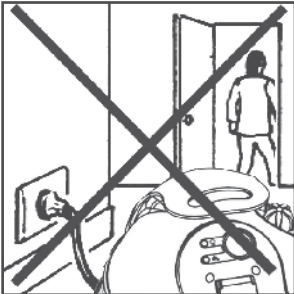

FIG. 6
- das angeschlossene Gerät nie unbeaufsichtigt stehen lassen; (Fig. 6)